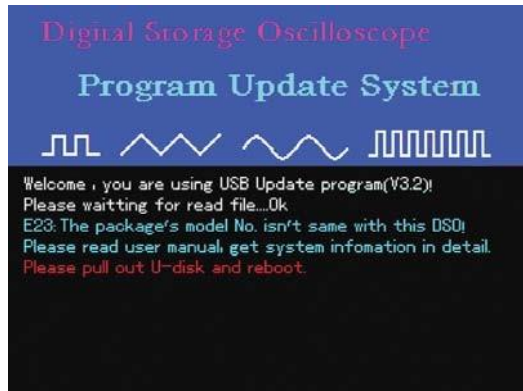

Abbildung 5-12
7. Wenn das Modell des Programm-Upgrade-Pakets nicht mit dem Oszilloskop kompatibel ist, erscheint die Eingabeaufforderung in Abbildung 5-12: "E23: Die Modellnummer des Pakets stimmt nicht mit diesem DSO überein! Bitte lesen Sie das Benutzerhandbuch und informieren Sie sich über das System im Detail. Bitte ziehen Sie die U-Disk heraus und starten Sie neu."